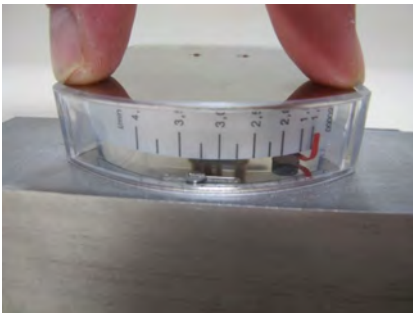

Abb. 66
24. ▶ Anzeige-Deckelplatte in das Kunststoffgehäuse einlegen und vorsichtig drücken (Abb. 66) bis diese einrastet